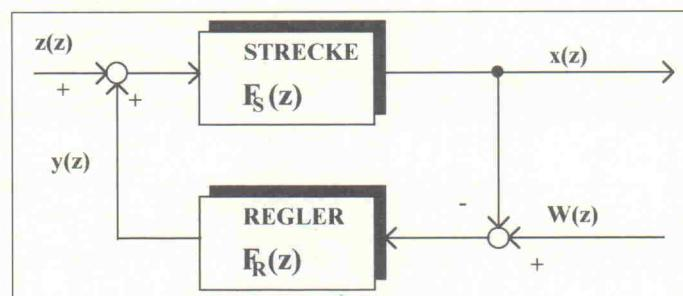

Bild 90. Der diskrete Regelkreis.
trachtungsweise ausgehen und sollte sich von jeglicher Anlehnung an kontinuierliche Regler freimachen. Grundlage für die weiteren Betrachtungen ist der diskrete Regelkreis nach Bild 90.
Ausgehend von dem diskreten Regelkreis in Bild 90 folgt aus den Gleichungen (1) und (2) für die diskrete Führungsübertragungsfunktion die Gleichung (5). Für das Nennerpolynom $N(z^{-1})$ gilt Gleichung (6) oder in verallgemeinerter Form Gleichung (7).